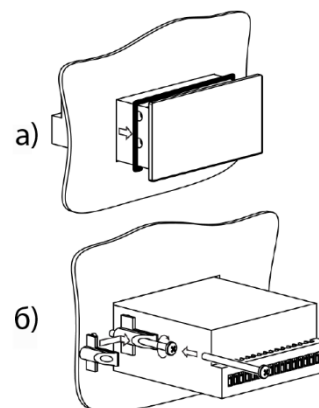

Рисунок 4.6 – Монтаж пристрою щитового кріплення Щ2
3. Вставити пристрій в монтажний виріз (див. рисунок 4.6, а).
4. Вставити фіксатори з комплекту постачання в отвори на бічних стінках пристрою (див. рисунок 4.6, б).